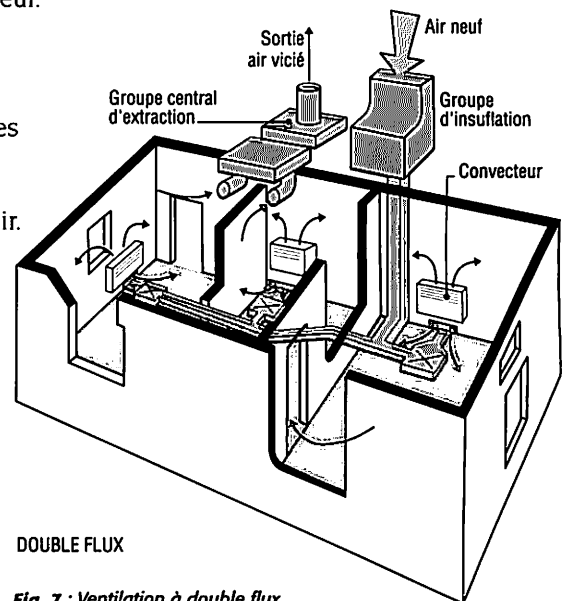

Fig. 7 : Ventilation à double flux.
- Niveau 4. Ventilation double flux, avec récupérateur de chaleur et circuits d'air situés dans le volume habitable (fig. 7).